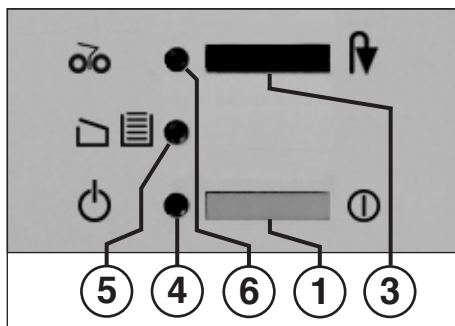

Fig. 1
1 = Drukschakelaar (Fig. 1)
3 = Drukschakelaar „Achteruit“ (Fig. 1)
4 = Controlelampje „Gereed“ (Fig. 1)
„Opvangbak vol“ / „Deur open“ (Fig. 1)
„Papierdoorvoerstoring“ (Fig. 1)
- Machine met de drukschakelaar (1) (Fig. 1) inschakelen. Controlelampje (4) (Fig. 1) gaat branden.
Als de opvangzak helemaal vol is, schakelt de machine zichzelf uit. Het controlelampje „opvangzak vol“ (5) (Fig. 1) gaat aan. Het legen van de opvangzak gebeurt als volgt:
- Verschuifbaar frame met opvangzak naar binnen duwen en de deur sluiten. Het controlelampje (5) (fig. 1) gaat uit.
U gelieve erop te letten dat het apparaat, s nachts uitgeschakeld is (drukschakelaar (1) (Fig. 1) bedienen).